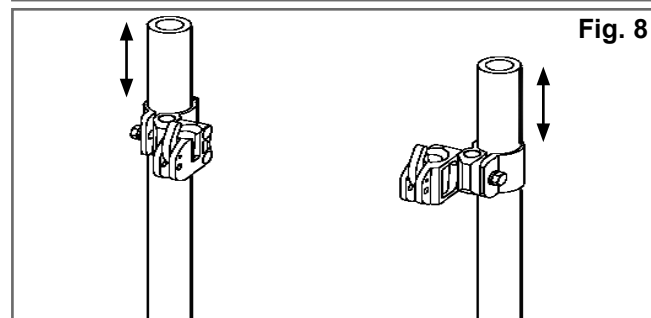
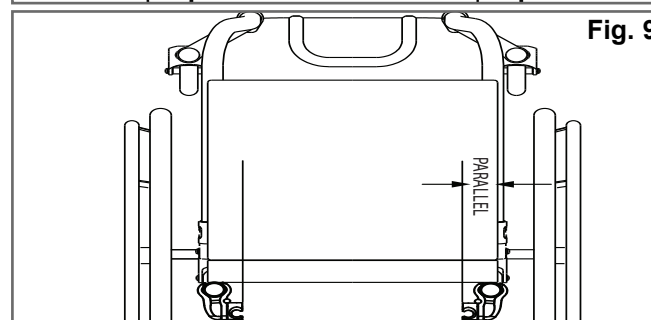

Fig. 8
Fig. 9
(Fig. 8, 9, 10).
2. Legen Sie die Position der Aufnahmen für den Rücken an den Rückenrohren fest. Sie sollten sich an beiden Seiten auf gleicher Höhe befinden (Fig. 8) und parallel zum Sitzrahmen (Fig. 9) sein. Eine Position weiter oben an den Rückenrohren ist in der Regel vorteilhafter.